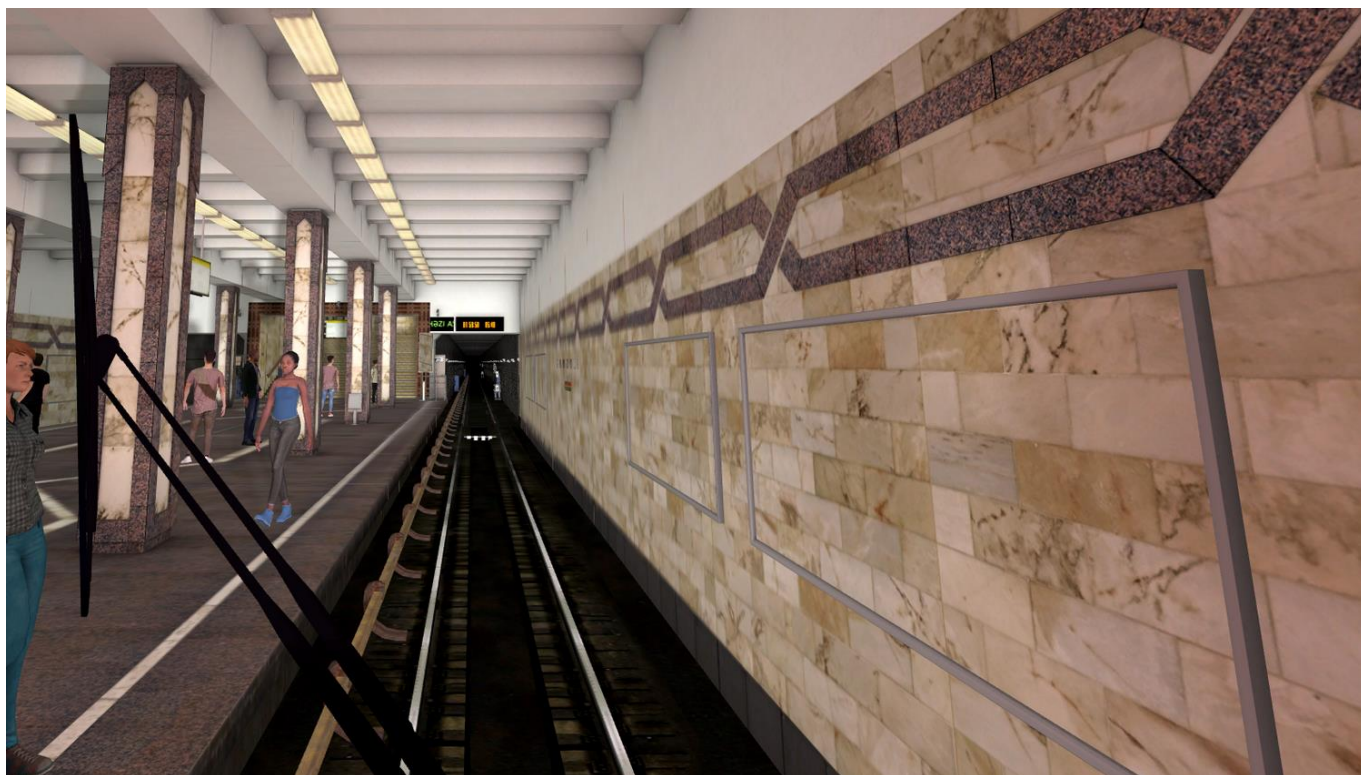

Рисунок 3 – Монитор контроля инструктора
*Монитор контроля* (Рисунок 3) отображает поле зрения машиниста.